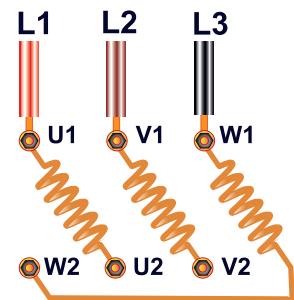

Figure 7
7.1. Compléter alors la figure 7 par les **liaisons nécessaires** afin de changer le couplage des enroulements statoriques.